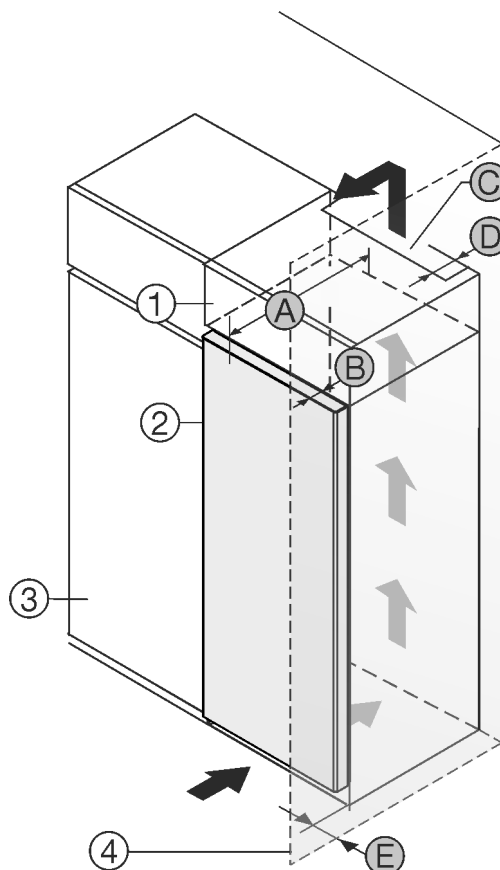

Fig. 1
Du kan ställa apparaten direkt bredvid köksskåpet Fig. 1 (3).
Bakom överskåpet måste det finnas en luftspalt med djupet Fig. 1 (D) längs hela överskåpets bredd.*
Under taket måste angiven ventilationsprofil Fig. 1 (C) följas.*
Om du placerar apparaten med gångjärnen bredvid en vägg Fig. 1 (4) måste avståndet mellan apparaten och väggen vara minst 13 mm.*
Om du placerar apparaten med gångjärnen bredvid en vägg Fig. 1 (4) måste avståndet mellan apparaten och väggen vara minst 20 mm.*
För att dörren ska kunna öppnas helt måste apparaten sticka ut från köksskåpets front med samma mått som dörrens djup Fig. 1 (B). Beroende på köksskåpens Fig. 1 (3) djup och om väggavståndshållare används kan skåpet skjuta ut ännu mer.*